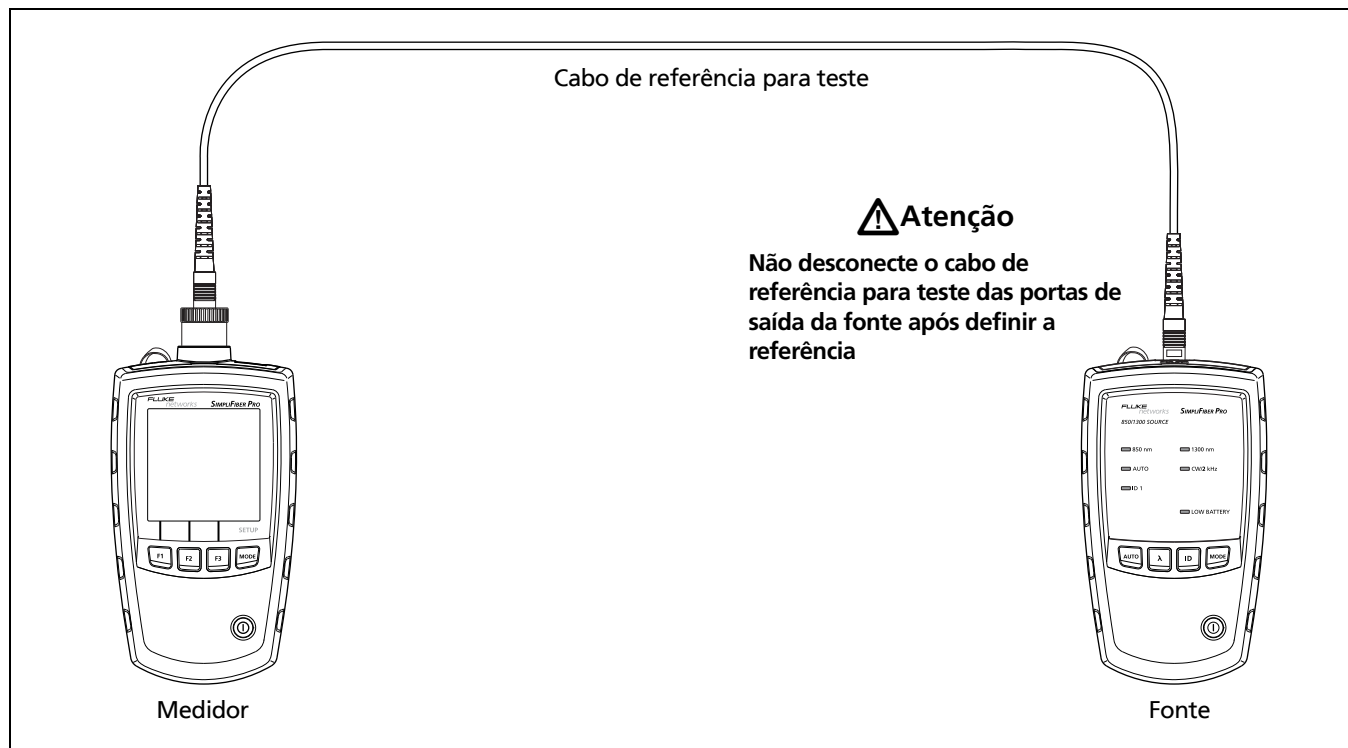

Figura 10. Conexões de referência (método de 1 jumper)
- 3 Faça as conexões de acordo com a Figura 10.